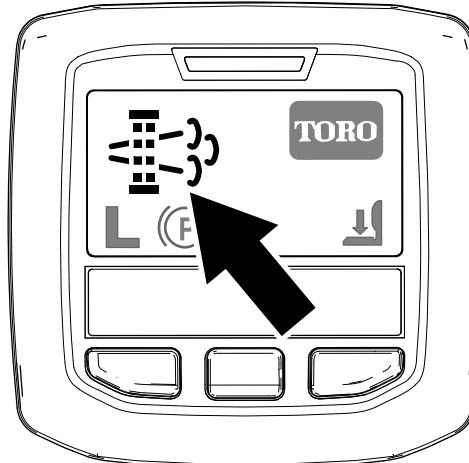

Bild 44
- Das Symbol für die geparkte Regenerierung wird im InfoCenter angezeigt (Bild 44).